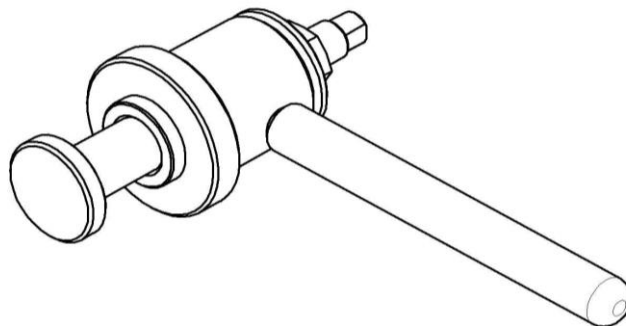

Рис.20 Приспособление для запрессовки манжет(11000001333).
- используя приспособление для запрессовки манжет (см. рис.20) установить манжету 1;